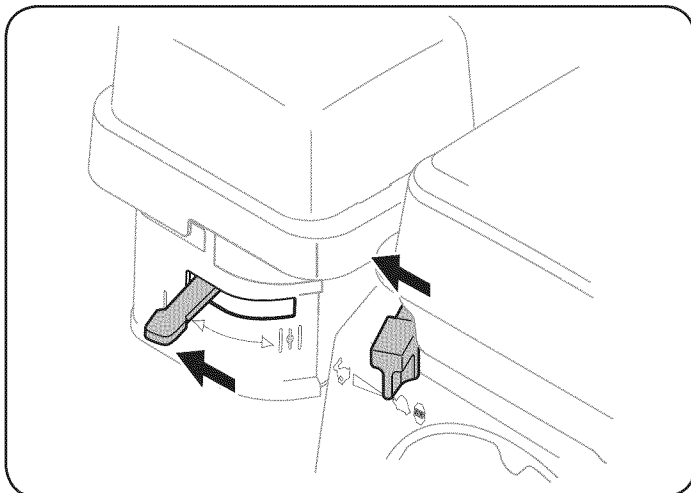

Figura 15
- Empuje la palanca del estrangulador a la posición CHOKE (cebador) . Si el motor ya está caliente, ubique el regulador en la posición RUN (funcionamiento) en lugar de CHOKE (cebador) . Vea la Figura 15.